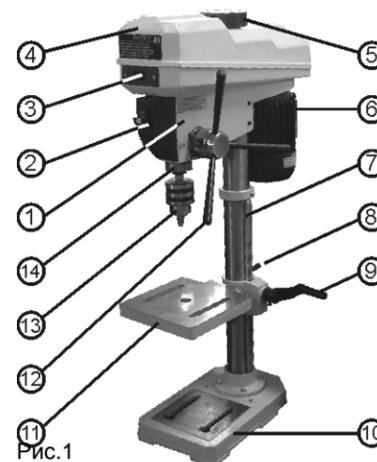

Рис.1
Станок вертикально - сверлильный состоит из следующих сборочных единиц и деталей Рис.1:
При пользовании станком в стационарных условиях, его необходимо закрепить на верстаке при помощи двух болтов (не комплектуется) через отверстия в основании (10) Рис.1. Обязательно использовать при креплении плоскую и пружинную шайбы на каждый болт.
8.4. Аккуратно установите на колонну (7) сверлильную головку станка ((1) Рис.1). Поворачивая головку ((1)Рис.1)на колонне (7), убедитесь, что она села до упора, зафиксируйте ее на колонне (7), затянув винты (40). Вверните в привод (29) вала подачи шпинделя (32) три ручки (30), убедитесь, что шпиндель (17) подается этими ручками на всю глубину, легко возвращается в исходное положение.
8.5. Убедитесь, что стол (14) находится под углом 90° к узлу сверлильной головки ((1) Рис.1) и сверлу.